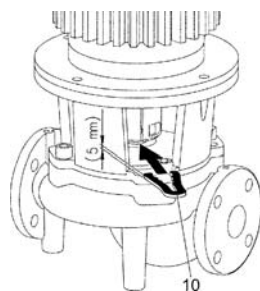

Fig. 19: 포크형 스페이서 장착
- 포크형 스페이서 (Fig. 19, 10 번 ) 를 랜턴과 커플링 사이로 밀니다 . 포크형 스페이서는 공차 없이 안착되어야 합니다 .
- 포크형 스페이서 (Fig. 19, 10 번) 를 랜턴과 커플링 사이로 삽입합니다. 포크형 스페이서는 공차 없이 안착되어야 합니다.